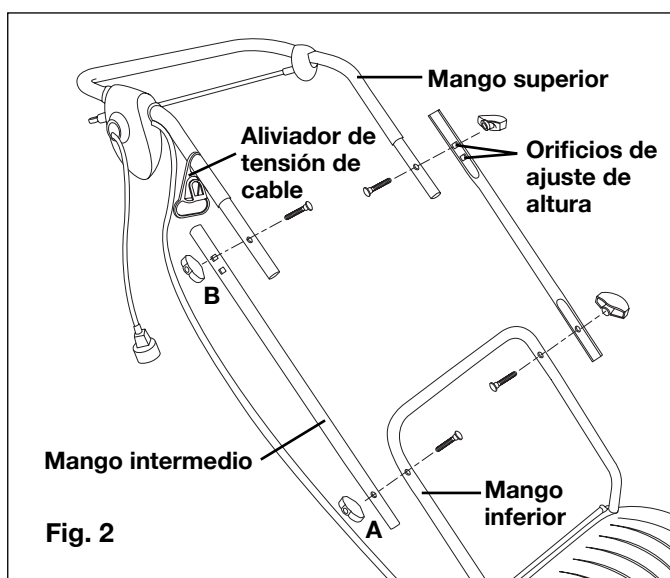

Fig. 2
2. Asegure los dos mangos intermedios a los mangos inferiores usando el primer conjunto de pernos y perillas (A). Ajuste las perillas en cada lado para garantizar un ajuste seguro (Fig. 2).
3. Cuelgue el aliviador de tensión de cable en el mango superior (Fig. 2).
4. Conecte los mangos superiores a los mangos intermedios usando el segundo conjunto de perillas y pernos (B). Ajuste las perillas en cada lado para garantizar un ajuste seguro (Fig. 2).